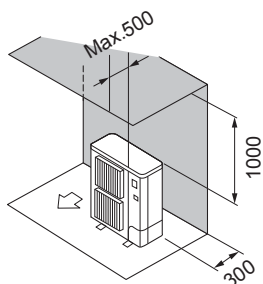

Fig. 2-4
- ② Solo ostacoli posteriori e superiori (Fig. 2-4)